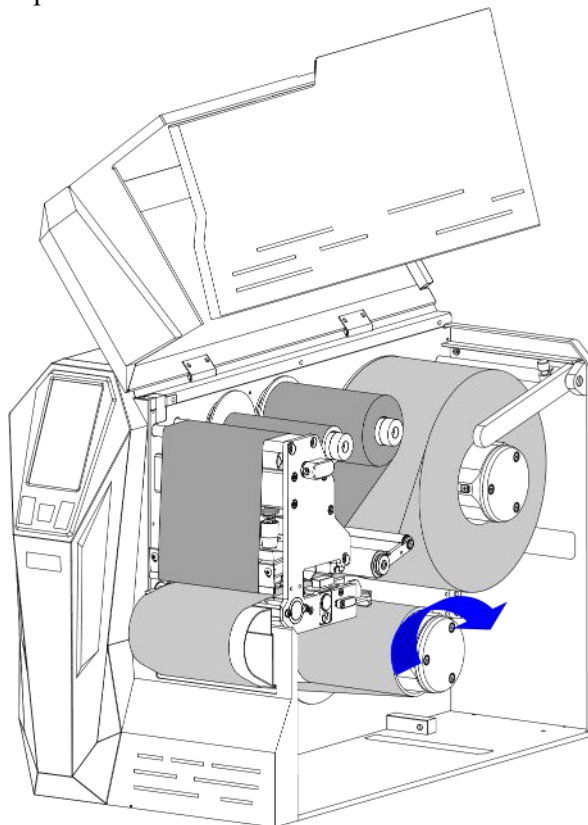

Рисунок 2-38 Втулка катушки носителя на валу
9. Наденьте втулку катушки носителя на вал катушки и плотно прижмите его к стопорной пластине. Проворачивайте шпиндель перемотки до тех пор, пока носитель не будет туго натянут, как показано на рис. 2-38.